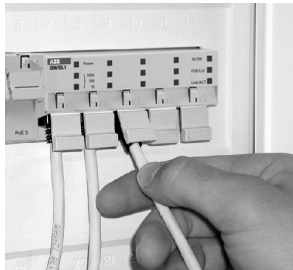

Figura 2
- 1 Dopo aver montato il coperchio inserire il cavo patch nelle prese RJ45 poste sul lato anteriore e collegare i componenti di rete attivi (ad es. uno switch, v. figura 2).